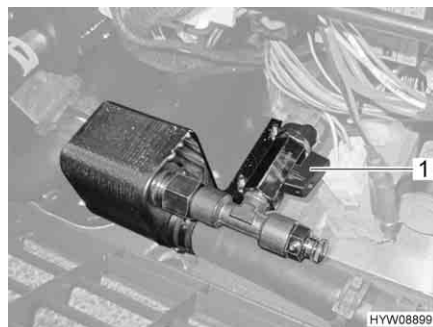

Fig. 114 Scambiatore di calore Alde
- Posizionare la maniglia (Fig. 114,1) del rubinetto di chiusura parallelamente alla tubazione.
- Posizionare la maniglia (Fig. 114,1) del rubinetto di chiusura verticalmente rispetto alla tubazione.